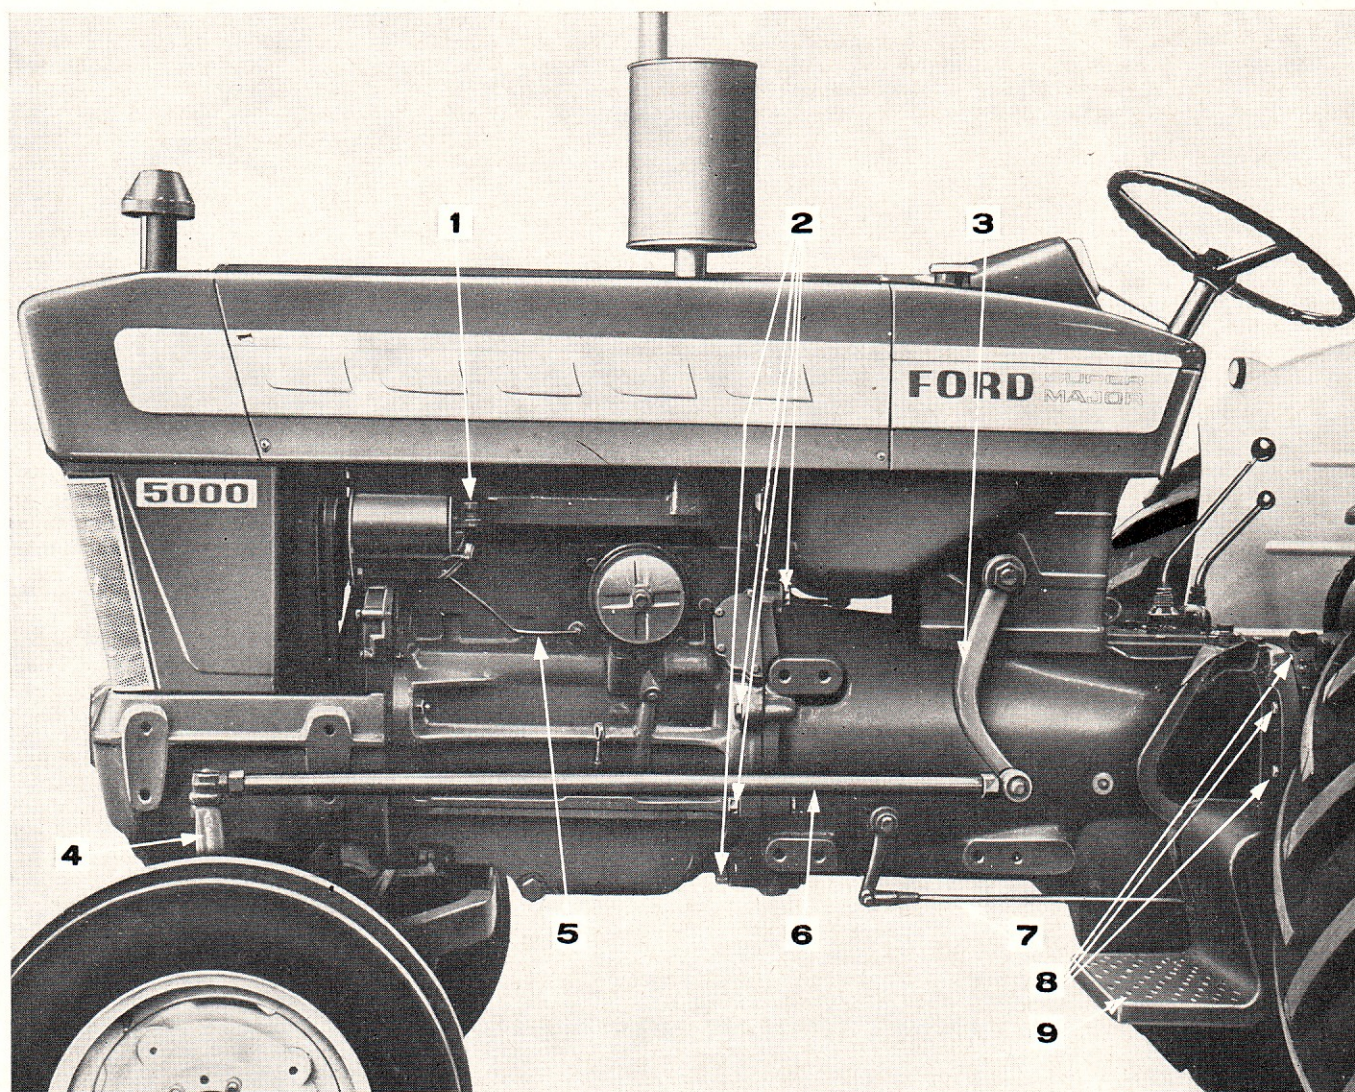

Figure 5: Pièces à débrancher avant de séparer le tracteur
7. Déposer la vis retenant le couvercle latéral de boîtier de direction gauche (fig. 5).
8. Déposer le contre-écrou fixant la barre de connexion à la bielle pendante du boîtier de direction (fig. 5) et chasser l'axe conique de l'alésage conique de la bielle à l'aide du séparateur ad hoc.
12. Rebrancher le câble d'entraînement de compte-tours (fig. 5) à l'arrière de la dynamo.
14. Reposer la barre de connexion gauche (fig. 5) sur la bielle pendante. Chasser l'axe conique dans l'alésage conique de la bielle pendante et fixer avec le contre-écrou. Serrer au couple spécifié (Voir Section Caractéristiques).
7. Déposer les cinq boulons (quatre boulons sur le Ford 4000), de chacune des plateformes et déposer les plateformes du carter central de pont arrière (fig. 5).
8. Déposer la goupille et l'axe de chape du bras de débrayage et débrancher la tige de commande d'embrayage (fig. 5).